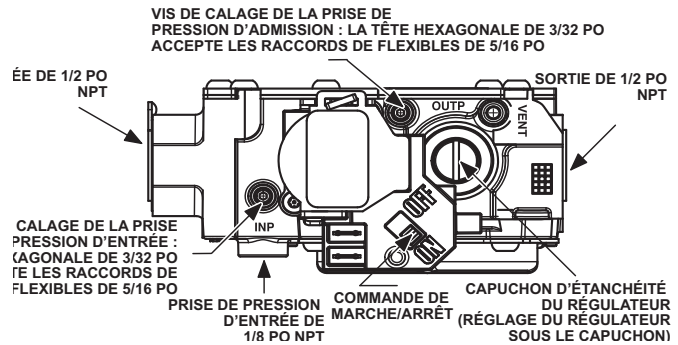

Fig. 64 – Soupape de gaz avec orifices de pression
- h. Retirez le capuchon de réglage du régulateur de pression de la soupape de gaz et tournez) et tournez la vis de réglage (tournevis à bout plat de 3/16 po ou plus petit) dans le sens antihoraire (vers l'extérieur) pour diminuer le débit d'admission, ou dans le sens horaire (vers l'intérieur) pour l'augmenter. Voir la Fig. 64.